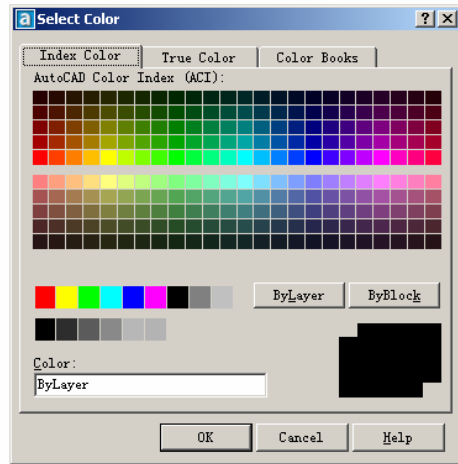
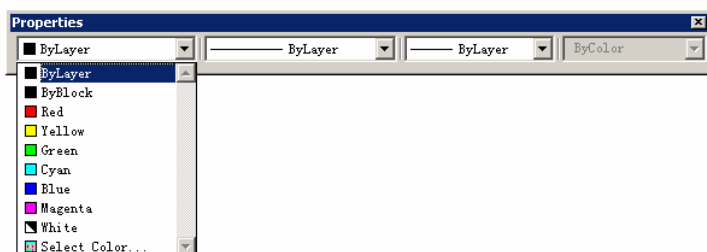

图 7-10 Select Color (选择颜色) 对话框
图 7-11 Properties (对象特性) 工具栏中的 Color (颜色) 列表
调用该命令后,系统将弹出 Select Color (选择颜色)对话框,如图 7-10 所示。
(1) 设置为当前颜色。将某种颜色设置为当前颜色后, 之后所有绘制的新图形都是使用该颜色。设置当前图形有两种方法: 一是在如图 7-10 所示的 Select Color (选择颜色) 对话框中选择颜色, 然后单击 OK (确定) 按钮; 二是从 Object Properties (对象特性) 工具栏的 Color (颜色) 下拉列表选择颜色即可, 如图 7-11 所示。